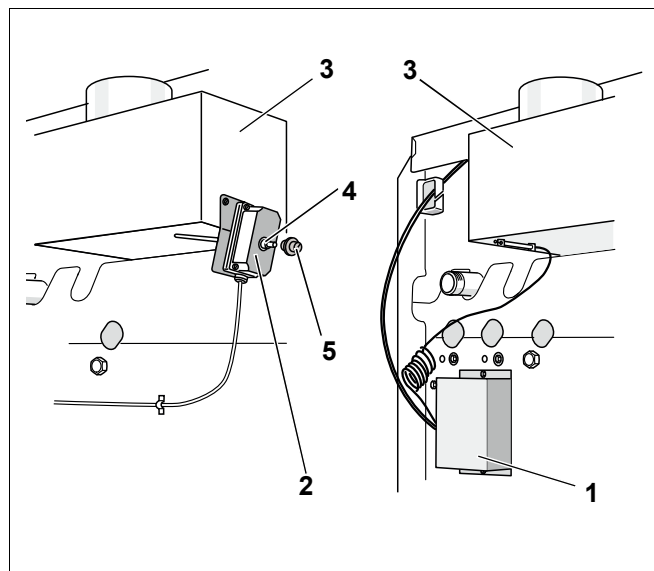

Рис. 11 Системы контроля дымовых газов
- Если имеется теплотребность, система контроля дымовых газов AW 50 (рис. 11, **поз. 1**) через несколько минут вновь автоматически запускает горелку.
- На системе контроля дымовых газов AW 10 (рис. 11, **поз. 2**) примерно через две минуты снимите защитный колпачок (рис. 11, **поз. 5**) и нажмите разблокировочный штифт (рис. 11, **поз. 4**).